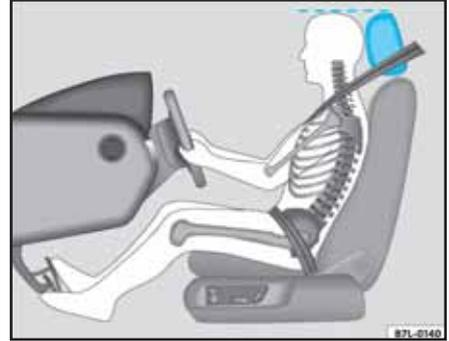

Fig. 2 Ajuste correcto del apoyacabezas del conductor
- Ajuste los apoyacabezas de modo que la parte superior esté al mismo nivel de la parte superior de la cabeza ⇒ fig. 2 ⇒ página 8.